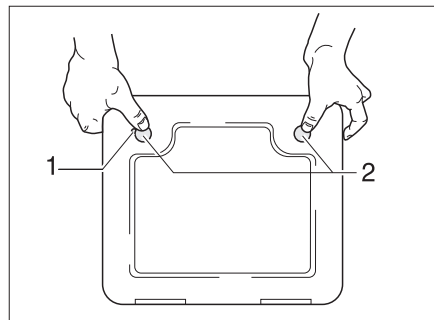

Fig. 260 Portillon pour la toilette à cassette
- Ouvrir le portillon pour la cassette à l'extérieur du véhicule. Insérer pour cela la clé dans le barillet du verrou de pression (Fig. 260,1) et la tourner d'un quart de tour.
- Appuyer du pouce et simultanément sur les deux verrous de pression (Fig. 260,2) et ouvrir le portillon pour la cassette.